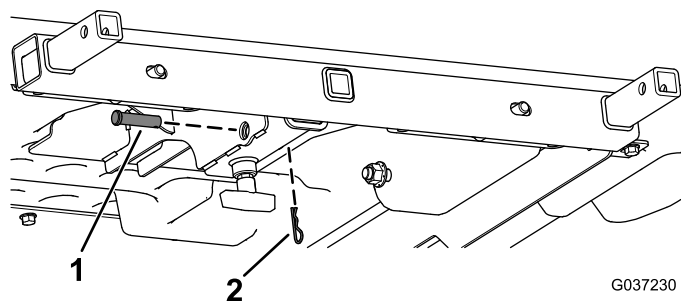

Figura 7
7. Sujete el bastidor del cubo de basura al tubo receptor con el pasador y la chaveta (Figura 7).